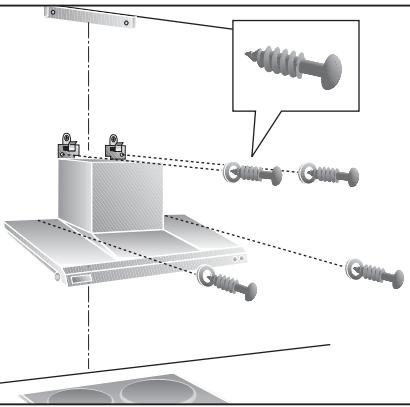

Fig. 20
- Fissate la cappa sul muro con le 4 viti **b** e le relative rosette **c** (Fig. 20).